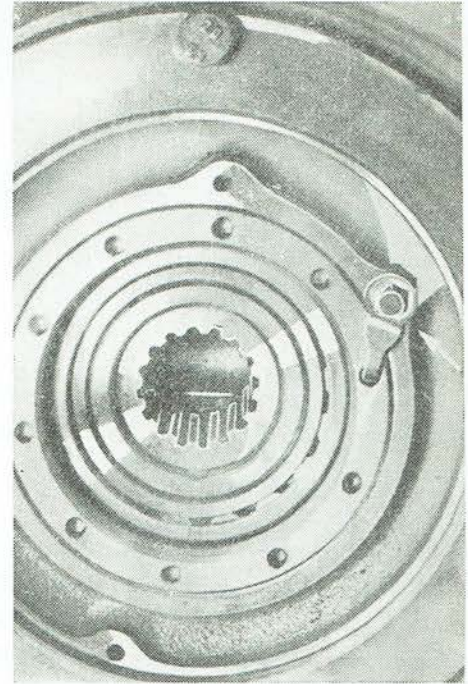
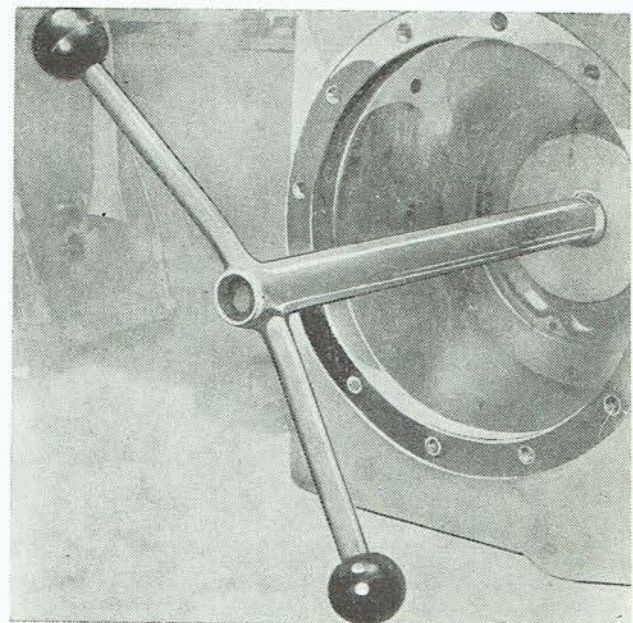

Abb. 101
Abb. 102
5. Die Einstellmutter (Abb. 101) ist zu entsichern und mit Hilfe eines Spezialwerkzeuges (Abb. 102) auszuschrauben.
Anmerkung: Bei Rückmontage der Deckel muss immer eine neue Dichtung einmontiert werden. Die Flanschen des Ausgleichgetriebes sind immer so zu drehen, dass die Öffnung (Abb. 101) unten ist und dadurch ein Öldurchfluss aus dem Hauptgetriebekasten in den Sperrendeckel ermöglicht wird. Die Demontage der Aussenringe der Kegelrollenlager ist nur im Falle eines Lageraustausches vorzunehmen.